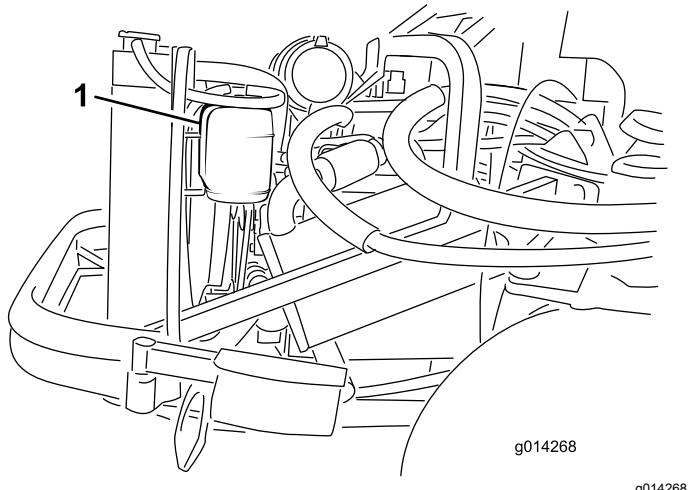

Figura 41
1. Compruebe el nivel de refrigerante en el depósito de expansión (Figura 41). El nivel del refrigerante debe estar entre las marcas en el lateral del depósito.